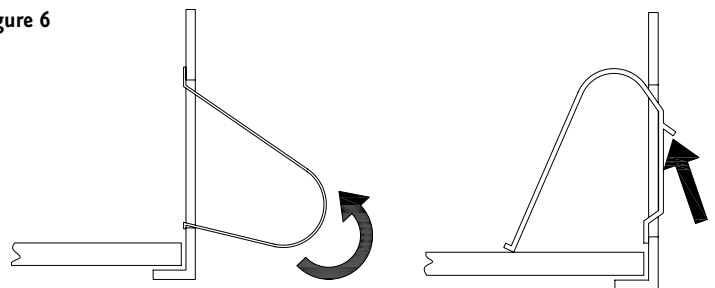

Figure 6
11. Tenir l'appareil contre le plafond et poussez clips par le logement slot. To caps en place pousser plat partie contre le côté de l'appareil à l'aide d'un plat tournevis à tête (fig. 6).